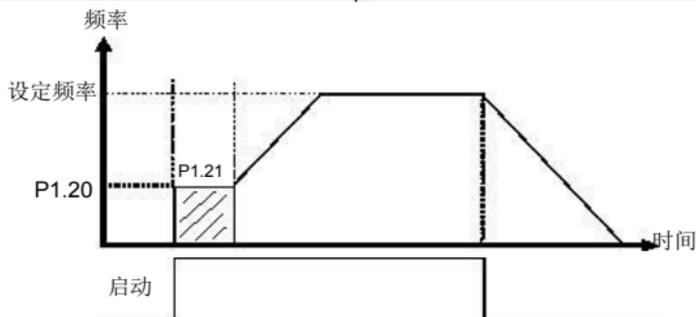

图 6-1 启动频率控制逻辑图
**启动频率持续时间：**启动频率运转的持续时间，可以根据实际需要设置，当设置为 0 时，启动频率无效，如图 6-1 所示。